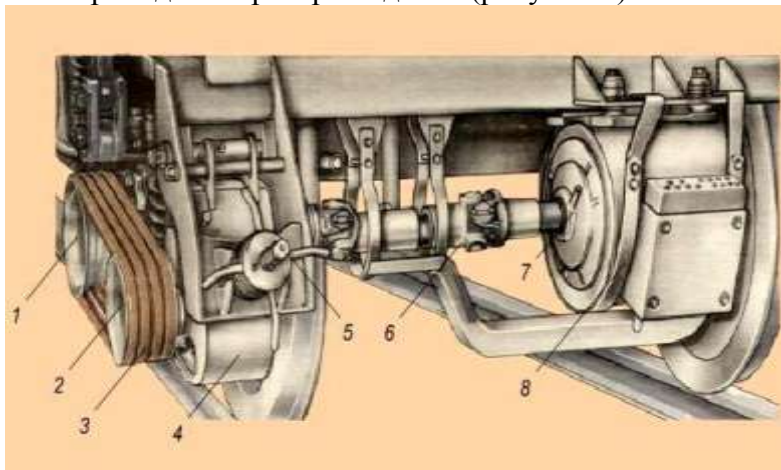

Рисунок 4 Расположение текстрно-редукторно-карданного привода:
6) По внешним признакам определите элемент конструкции текстрно-редукторно-карданного привода генератора под №7 (рисунок 4)?